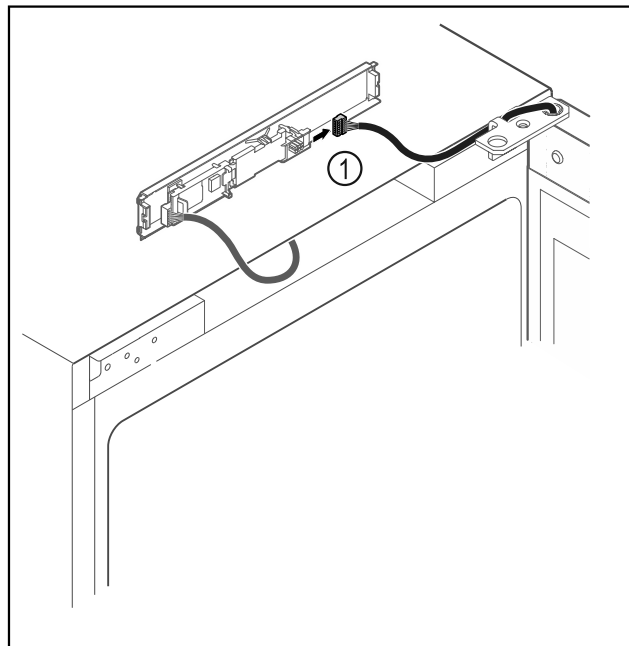

Fig. 13
- ▶ Odvojite utikač Fig. 13 (1) od tiskane pločice.